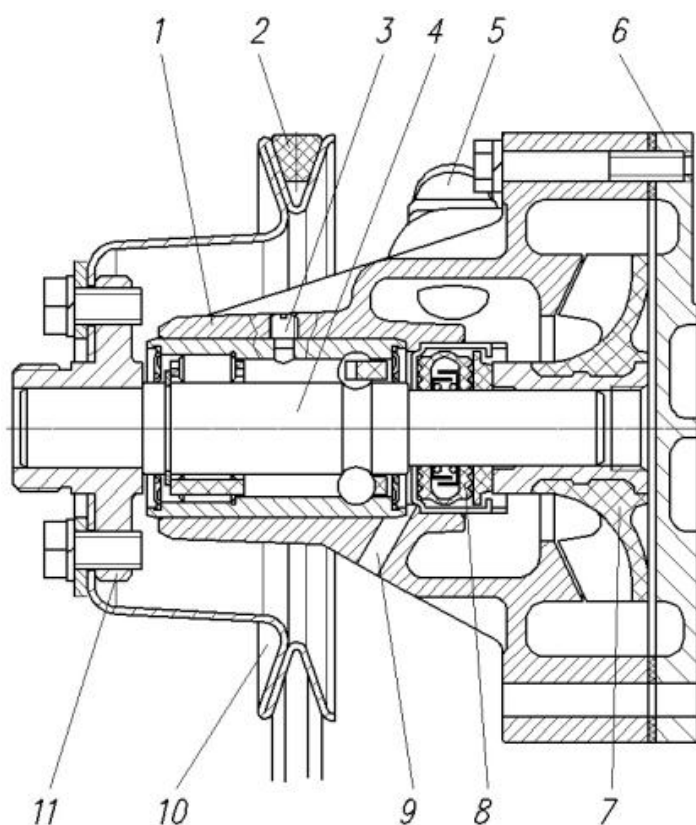

Рис. 13. Насос системы охлаждения:
**Насос системы охлаждения** показан на рис. 13.